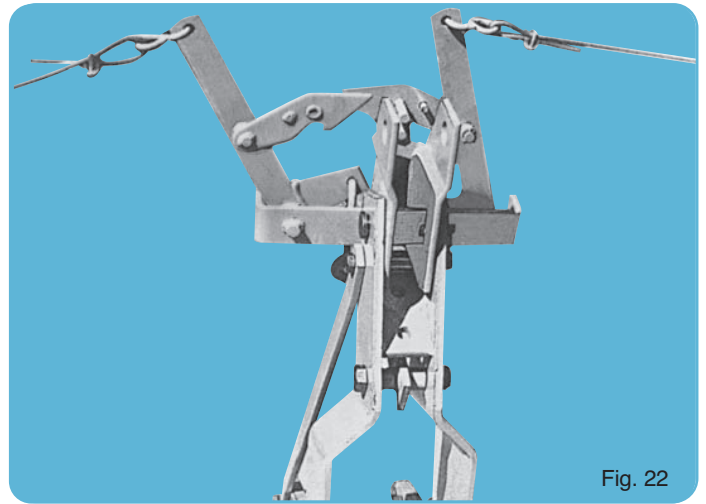

Fig. 22
- Fig. 22.** Mechanical automatic reverse of the row marker for frames of 3 m (9'11") (optional).
- Fig. 22.** Inversor automat mecanic al marcatoarelor pentru șasiuri de 3 m (9'11") (opțional).
- Fig. 22.** Mechaniczne automatyczne przełączanie znaczników ramy 3 m (wyposażenie dodatkowe).
- Fig. 22.** Механичен автоматичен Реверсивен механизъм на маркири за рама 3 м (опция).